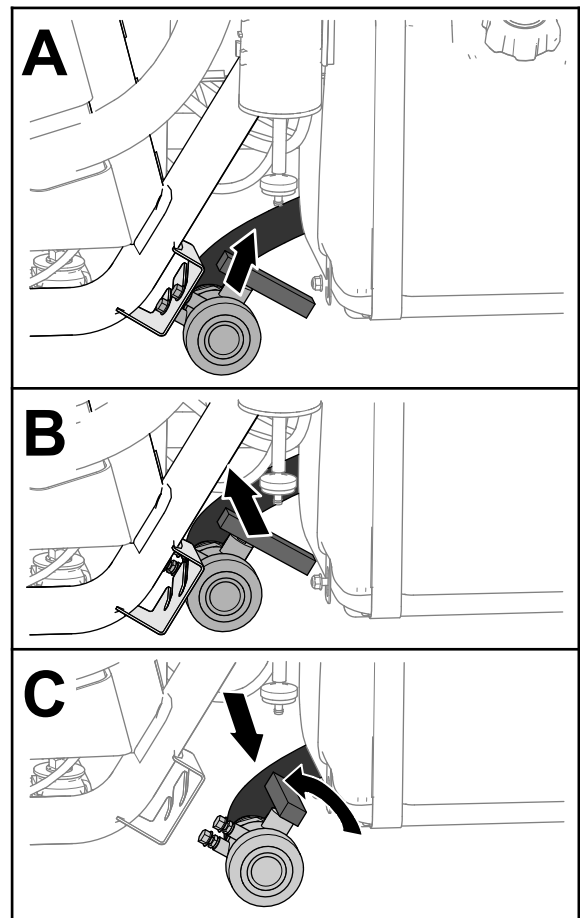

Bild 28
2. Ermitteln Sie das Ablassventil des Behälters an der linken Seite der Maschine vor dem Kraftstofftank (Bild 28).
3. Heben Sie das Ventil an und bewegen es nach innen, bis die Befestigungsbolzen des Ventils nicht mehr in den Schlitten in der Ablassventilhalterung sind, und bewegen Sie das Ventil nach hinten (Bild 28).
4. Fluchten Sie das Ende des Ventils mit dem Ablassbehälter aus und drehen Sie den Ventilgriff nach links in die geöffnete Stellung (Bild 28).
5. Wenn der Behälter ganz geleert ist, drehen Sie den Griff des Ablassventils in die geschlossene Stellung und setzen das Ventil in die Ablassventilhalterung ein (Bild 28).